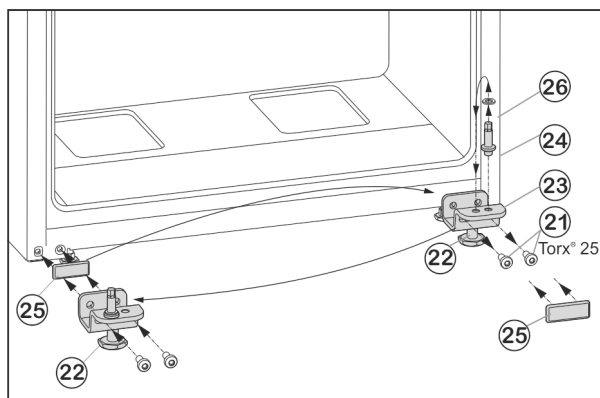

Fig. 7
- Desserrer les vis de fixation *Fig. 7 (21)*.
- Retirer l'ensemble du support de palier inférieur *Fig. 7 (23)* avec le boulon de palier *Fig. 7 (24)*, la rondelle *Fig. 7 (26)* et le pied de réglage *Fig. 7 (22)*.
- Dévisser l'ensemble du boulon de palier *Fig. 7 (24)* avec la rondelle *Fig. 7 (26)*, déplacer le tout dans le trou de préhension du côté opposé du support de palier et revisser fermement.
- Retirer avec précaution la plaque de recouvrement *Fig. 7 (25)* et la déplacer du côté opposé.
- Revisser l'ensemble du support de palier inférieur *Fig. 7 (23)* avec le boulon de palier *Fig. 7 (24)*, la rondelle *Fig. 7 (26)* et le pied de réglage *Fig. 7 (22)* du côté de la nouvelle charnière, au besoin à l'aide d'une visseuse sans fil (**en appliquant un couple de 4 Nm**).
- Placer la porte inférieure depuis le haut sur le boulon *Fig. 7 (24)*.
- Dévisser le pied de réglage *Fig. 7 (22)* au niveau du support de palier inférieur *Fig. 7 (23)* jusqu'à ce qu'il repose au sol.